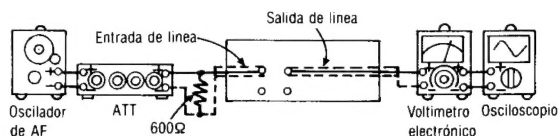

Fig. 3
1. La conexión del equipo de prueba se muestra en la Fig. 3.
5. Si no está dentro de la estándar, ajustar RV7 (CH-I) [[RV8 (CH-D)]] y repetir el paso (2), (3) y (4) hasta que la salida esté dentro de la estándar.